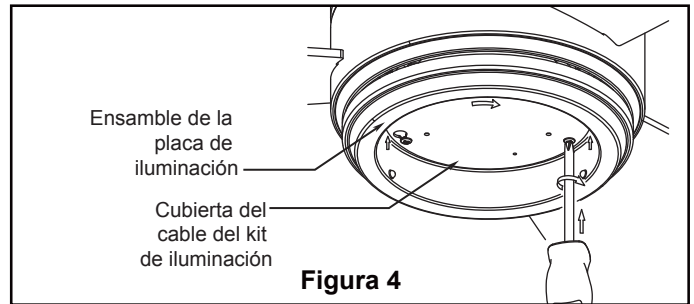

Figura 4
4. Si desea instalar el kit de iluminación, sátese este paso. Instale la cubierta del cable del kit de iluminación en la ensamble de la placa de iluminación usando las dos ranuras con clave. Sustituya el tornillo extraído y fije bien los tres tornillos. (Figura 4)